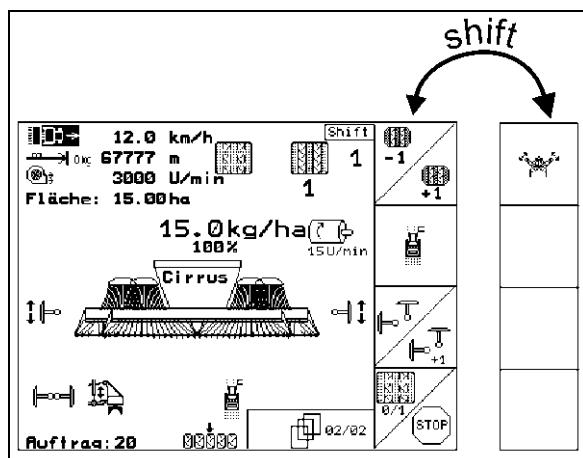

Fig. 11
- Når Shift-tasten aktiveres, vises ytterligere funksjonsfelt (Fig. 11) og tilordningen av funksjonsknappene endres tilsvarende.